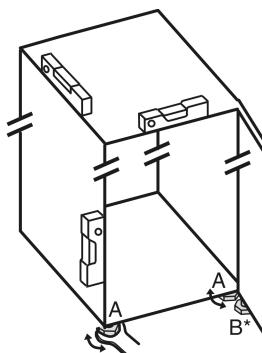

Fig. 33
- Stellfuß Fig. 33 (A) mit beiliegendem Gabelschlüssel und mit Hilfe einer Wasserwaage herausdrehen, bis das Gerät fest und ebenstehend ausgerichtet ist.
- Stellfuß Fig. 33 (B) am Lagerbock mit beiliegendem Gabelschlüssel herausdrehen, bis er auf dem Boden aufliegt.
- Stellfuß Fig. 33 (B) um 90° weiter drehen.